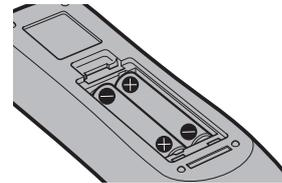

Fig. 2
- 2) Insérez les piles et fermez le couvercle (insérez d'abord le côté). (Fig. 2)